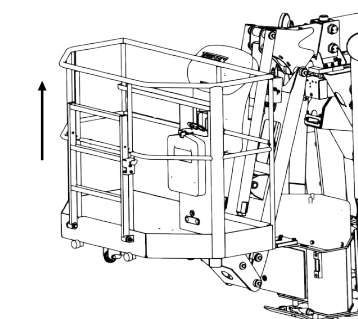

Fig. 100
7. À deux personnes, soulever légèrement la nacelle jusqu'à ce qu'elle puisse être basculée (Fig.100).